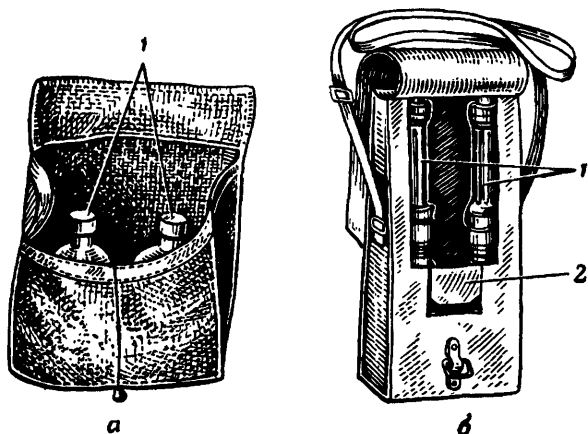

Рис. 18. Гранатные сумки:
**38.** Гранаты солдатами переносятся в гранатных сумках (рис. 18). Запалы помещаются в них отдельно от гранат, при этом каждый запал должен быть завернут в бумагу или чистую ветошь. В танках (бронетранспортерах, самоходно-артиллерийских установках) гранаты и отдельно от них запалы укладываются в сумки.